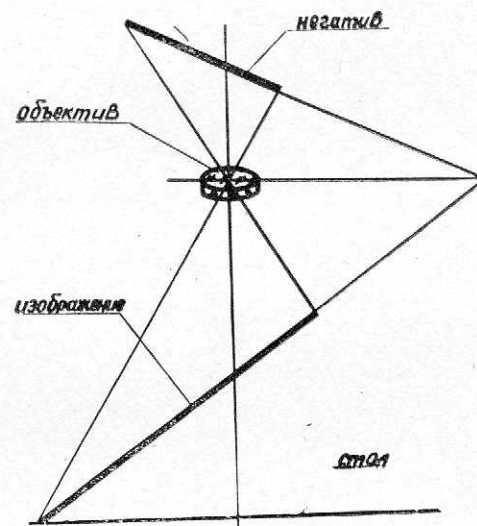

Рис. 15. Схема построения изображения в фотоувеличителе при трансформировании снимков.
При трансформировании снимков необходимым условием является наклон плоскостей негатива и изображения, как показано на рис. 15.
- для получения резкого изображения производите ручную подфокусировку и наклоняйте плоскость столика навстречу наклонной плоскости негатива, как показано на рис. 15;